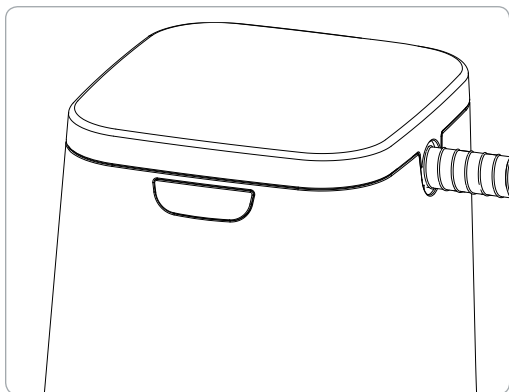

Figure 8. Couverture fermé avec masque de PPC à l'intérieur
5. Refermez le couvercle après avoir déposé le tuyau de PPC dans l'emplacement ouvert (figure 8). Le SoClean se déclenchera désormais automatiquement en fonction de la durée et de l'heure de cycle de désinfection programmées.